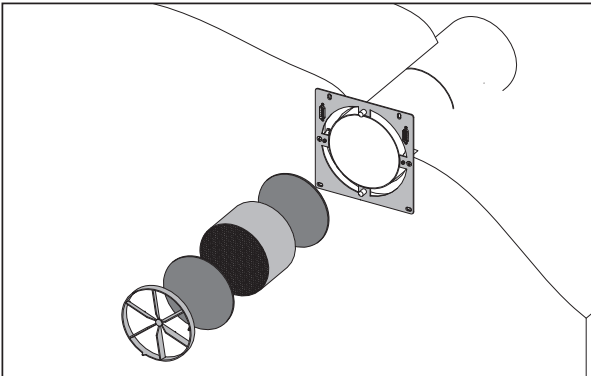

Abb. 11. Montage der Anlagenteile
5. Installieren Sie den Wärmetauscher mit den beiden Filtern, vorne und hinten sowie den Strömungsgleichrichter in dieser Reihenfolge nacheinander in das Teleskoprohr, Abb. 11.